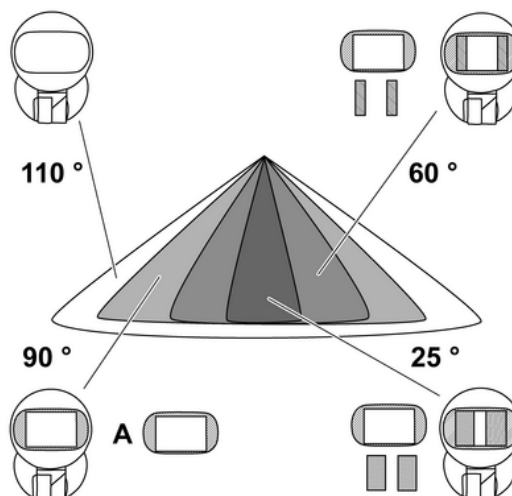

Bild 4: Erfassungsbereich mit Blende A
- Blende **A** aufstecken (Bild 4).